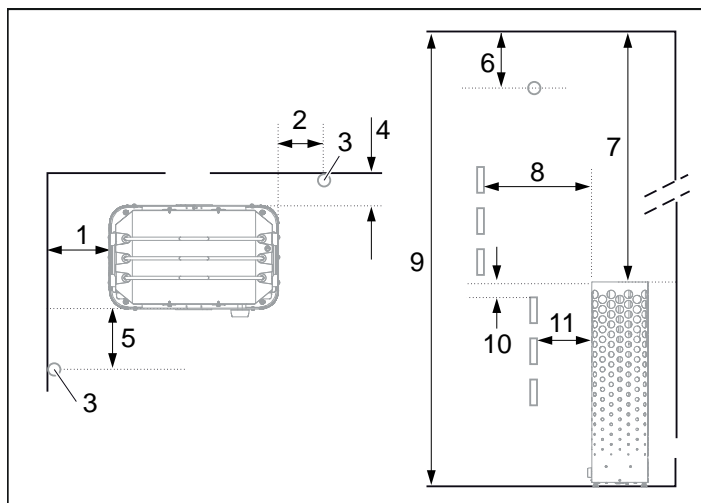
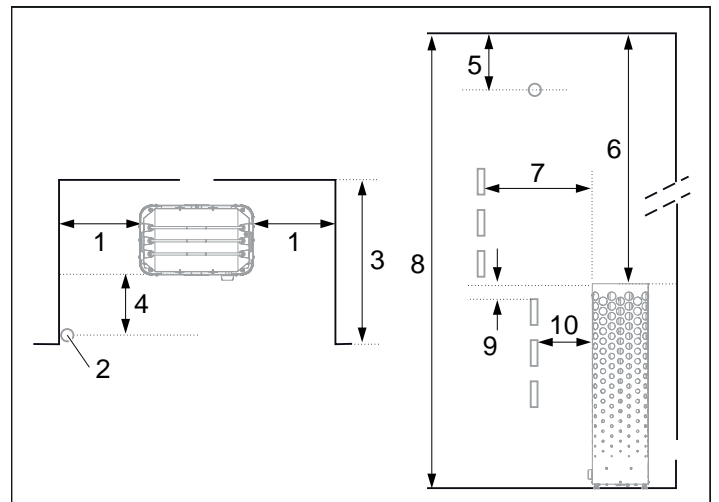

Fig 3: Placering av bastuaggregatet - normalmontage
Fig 5: Placering av bastuaggregat - nischmontage
- Planera sensorns placering (se Fig 3, sidan 2 samt Fig 5, sidan 2).
- på samma vägg som dörren (endast i undantagsfall på sidoväggen, men då mycket nära dörrväggen). Aggregatet kan också placeras i nisch (se Fig 5).
- på säkert avstånd till golvet, sidoväggar och inredning (se Fig 3).
Placera sensorn enligt bilden (se Fig 3).
1. Placera aggregatet på säkert avstånd till golvet, sidovägg och inredning (se Fig 5).
2. Placera sensorn enligt bilden (se Fig 5).